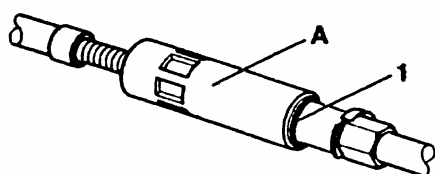

图 13-57 手制动拉索微调
(6) 取下补偿环处螺丝刀，用力拉紧手制动器三次。调整完成后，带颜色的 O 型环 1 就看不见了。这是为了保证拉索调节机构不受灰尘和水的侵蚀。
(7) 检查手制动器拉索预张紧，如需要，可拧出/拧入细调器来进行微调，如图 13-57 所示。